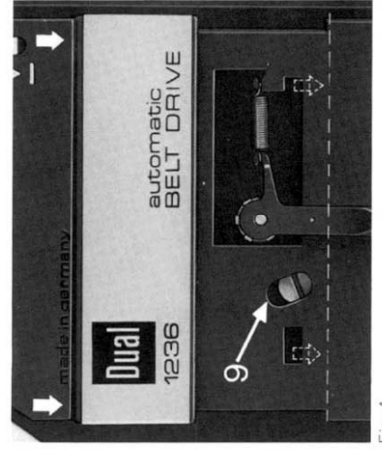

Fig. 4
Nach Abnehmen der Zierleiste (nach vorne drücken und am hinteren Rand zuerst hochklappen) wird die Regulierschraube (9) sichtbar, mit der der Tonarmaufsetzpunkt justiert werden kann (Fig. 4). Legen Sie bitte eine 30 cm-Schallplatte auf und starten Sie das Gerät.